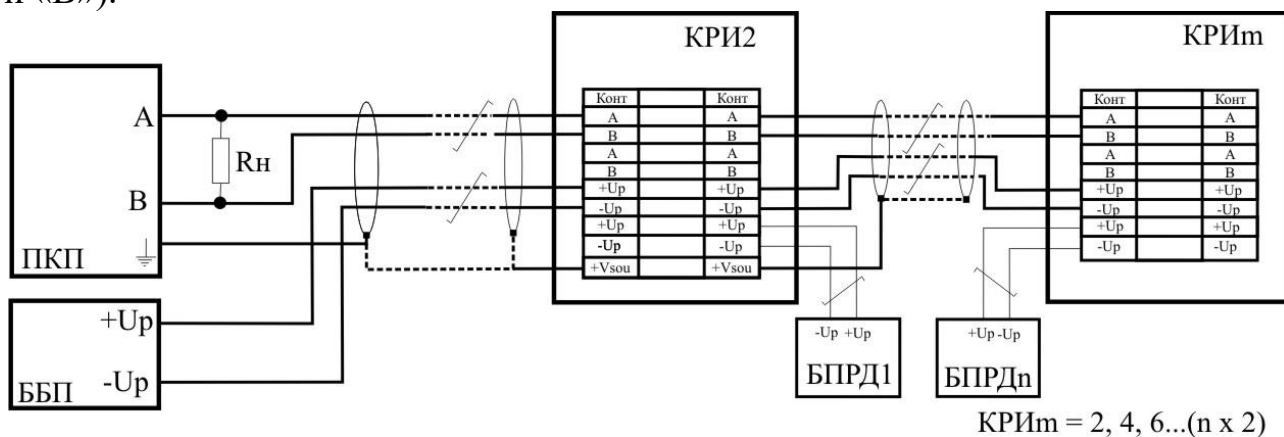

Рис. 10.4
10.6.2 **Кабель БПРД** подключить к зажимам КРИ (КССТ-1, КССТ-2, КС-1, КС-2 или др.) в соответствии с маркировкой, рис.10.4 и табл. 10.3. (табл. 10.4 для модификации «С»). На КРИ последнего БПРД можно не подключать линию связи RS-485 (контакты «А» и «В»).